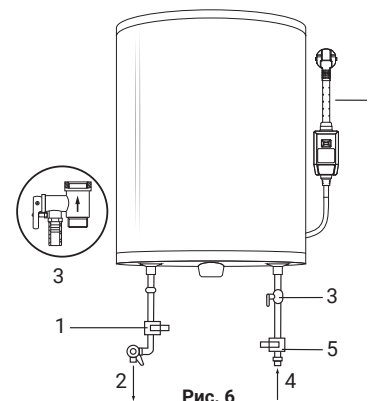

Рис. 6
3. Предохранительный обратный клапан следует устанавливать в месте входа холодной воды (см. рис. 6).